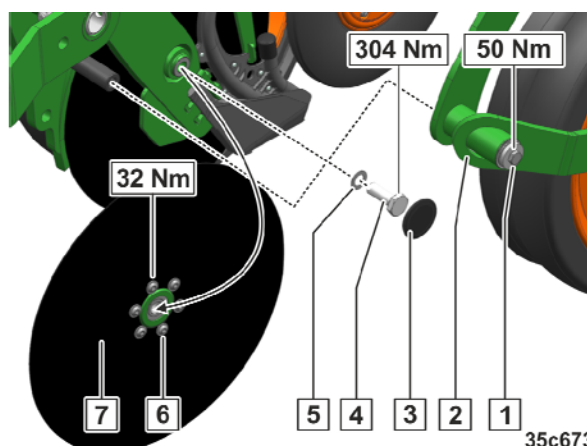

Fig. 311
1. Desserrer et retirer la vis (Fig. 311/1).
2. Démonter la roue porteuse avec son support (Fig. 311/2).
4. Retirer les capuchons anti-poussière (Fig. 311/3).
5. Desserrer et retirer les vis centrales (Fig. 311/4).
6. Respecter le nombre d'entretoises (Fig. 311/5).
7. Démonter les disques de coudre (Fig. 311/7).
8. Desserrer et retirer les raccords vissés sur le logement de palier (Fig. 311/6).